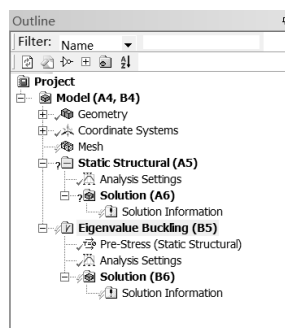

图 14-95 Outline 模型树
Step2: 单击 Outline 栏的 Geometry 选项前部的 按钮, 如图 14-95 所示, 选择 Part1 选项。